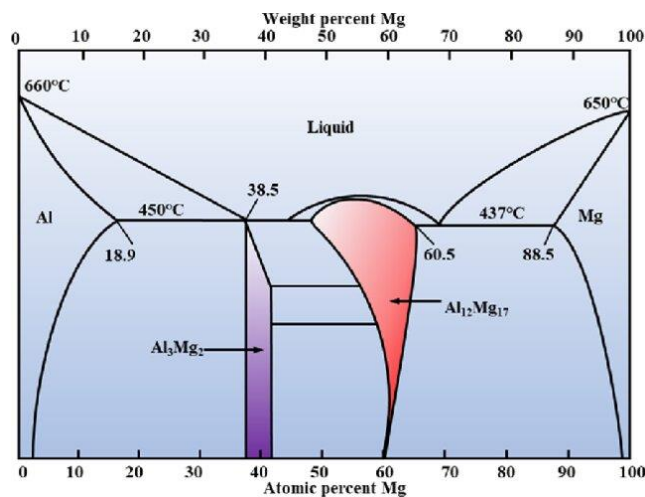
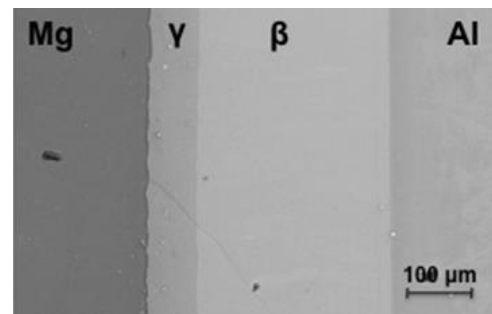

Fig. 2a: Diagramme de phases Al-Mg en at-%
Fig. 2b: Couple de diffusion Mg-Al après un maintien à 400°C / 5h.
Un diagramme de phase Mg-Al calculé par logiciel est présenté en Fig.2a. Une image en microscopie électronique à balayage de la surface d'une coupe polie montre les phases formées à partir d'un couple de diffusion Mg et Al (50/50) maintenu pendant 5h à 400°C (Fig.2b).
- Quelle est la composition chimique des phases nommées β et γ en Fig.2b?
- Renseignez-vous sur les structures cristallines de Mg et Al. Selon vous, l'image en Fig.2b est-elle une image en électrons secondaires ou en retrodiffusés ?
- En prenant x l'axe horizontal de la Fig.2b, tracez « à la main » par des segments de droites i) la concentration en Al; and ii) le potentiel chimique de Al.